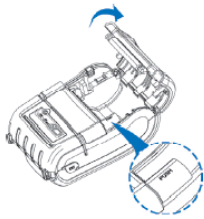

図4
- (1) カバーオープンボタン(青)を押し、ペーパーカバーを開けてください(図4参照)。